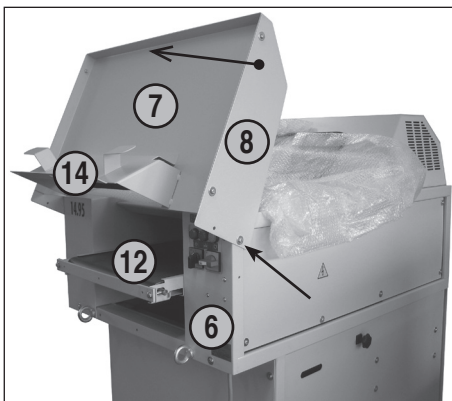

Рис. 2
2. Слегка открутить верхний винт на защитной крышке слева и справа (см. пометки стрелками на рис. 2), повернуть стол (7) на 180° вперед и снова затянуть винты.